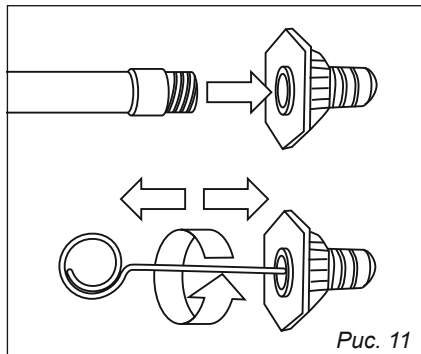

Рис. 11
1) Снимите форсунку с моечного пистолета, используя специальное устройство произведите прочистку отверстия форсунки согласно *рис. 11*, используя сжатый воздух продуйте отверстие в обратном направлении.